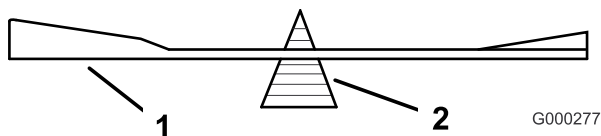
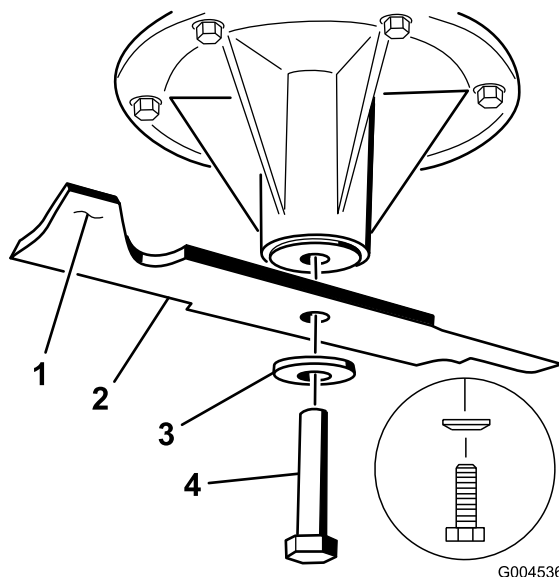

Bild 92
Bild 93
2. Überprüfen Sie die Auswuchtung des Schnittmessers auf einer Ausgleichsmaschine (Bild 92). Wenn das Schnittmesser in seiner horizontalen Position bleibt, ist es ausgewuchtet und kann wiederverwendet werden. Feilen Sie, wenn das Schnittmesser nicht ausgewuchtet ist, vom Flügelbereich des Messers etwas Metall ab (Bild 93). Wiederholen Sie diesen Vorgang, bis das Messer ausgewuchtet ist.
1. Befestigen Sie die linke und mittlere Messerschraube, die Wellenscheibe und die Messerschrauben an den Spindelwellen (Bild 94 und Bild 93).
Hinweis: Stellen Sie sicher, dass der Konus der Wellenscheibe in der Richtung des Schraubenkopfs befestigt ist (Bild 93).
2. Befestigen Sie das rechte Messer, die Wellenscheibe und die Messerschraube (Schraube mit Linksgewinde) an der Spindel (Bild 94 und Bild 93).